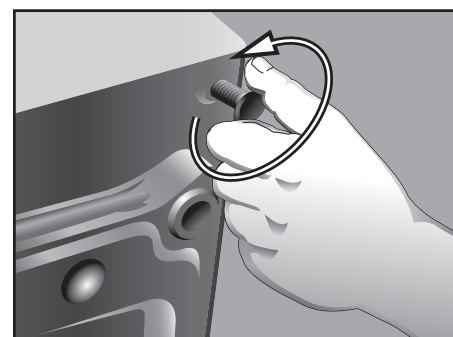

Figure 3
7. Enlever et jeter les pieds installés à l'origine sur la laveuse ou la sécheuse (voir la **figure 3**). IL NE FAUT PAS réinstaller ces pieds sur le socle.